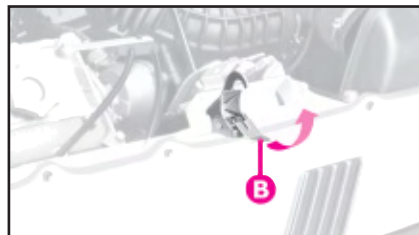

fig. 75
– Open de motorkap aan de voorzijde door hendel **B**-fig. 75 omhoog te trekken.